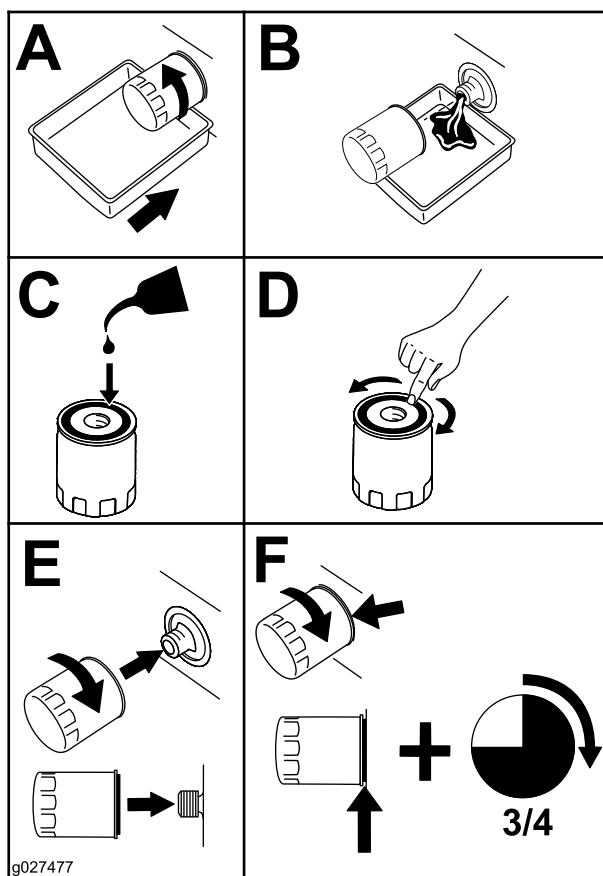

Bild 100
6. Tauschen Sie den Ölfilter wie in Bild 100 dargestellt.